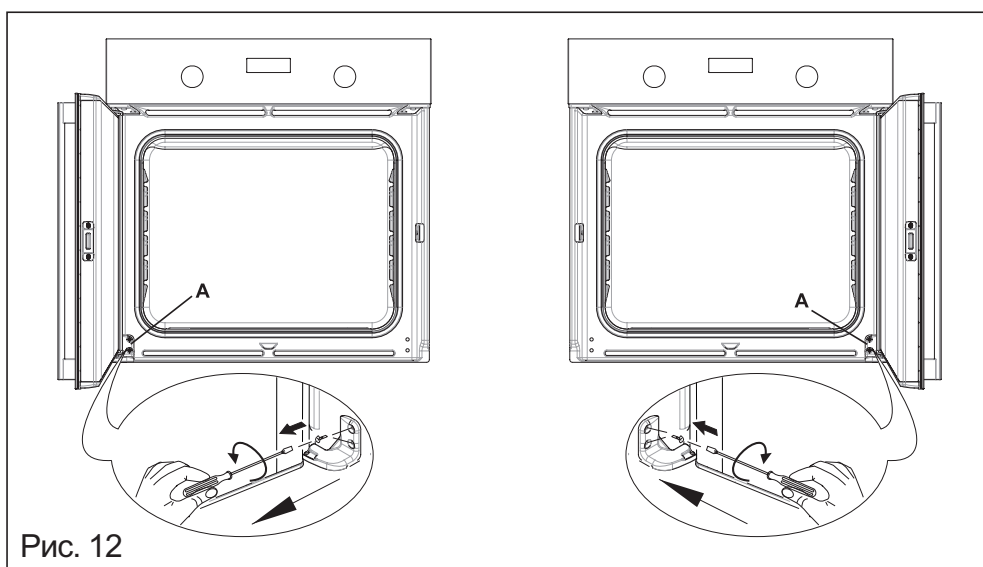

Рис. 12
1) Откройте дверцу духового шкафа и отверните два винта в детали А (см. рисунок 12). (Помните: когда деталь А отвинчена, дно